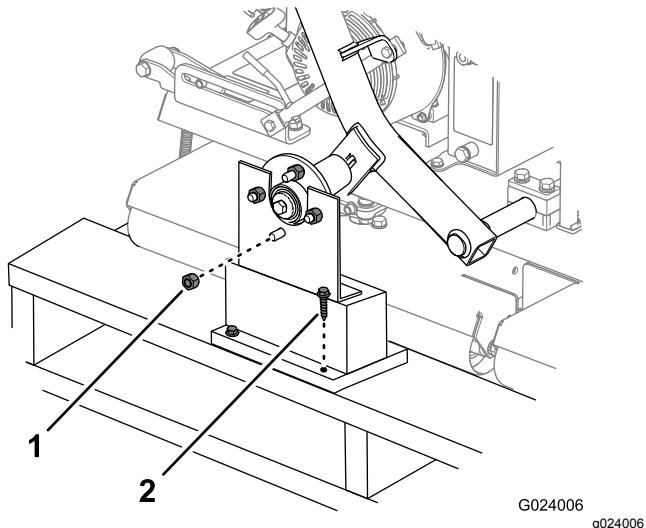

图3
1. 拆下将车轮轮毂固定到运输支架的车轮螺母 **图3**。此外还要拆下拧在每个车轮轮毂螺栓上的螺母。